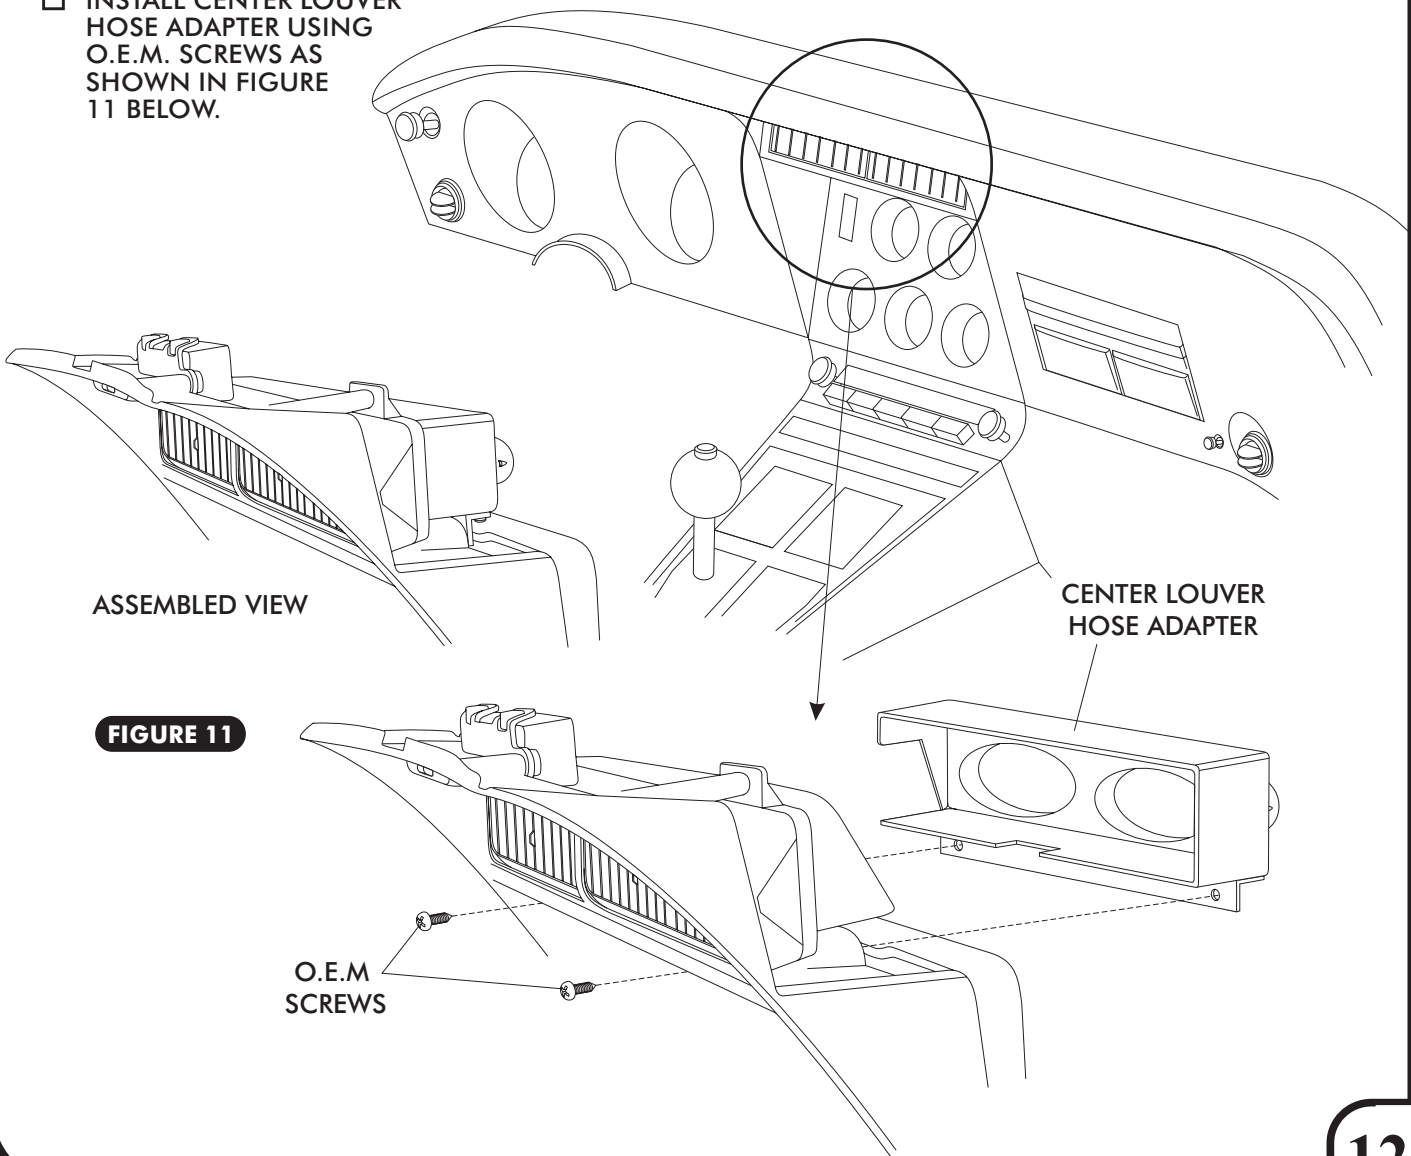

FIGURE 11
- ☐ INSTALL CENTER LOUVER HOSE ADAPTER USING O.E.M. SCREWS AS SHOWN IN FIGURE 11 BELOW.